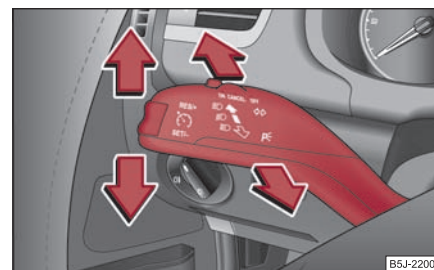

Fig. 53 Maneta de acționare
- Apăsați maneta luminii de drum în față, pentru a aprinde lumina de drum ⇒ pagina 55, fig. 53.
- Apăsați maneta în sus, respectiv în jos ⇒ fig. 53.